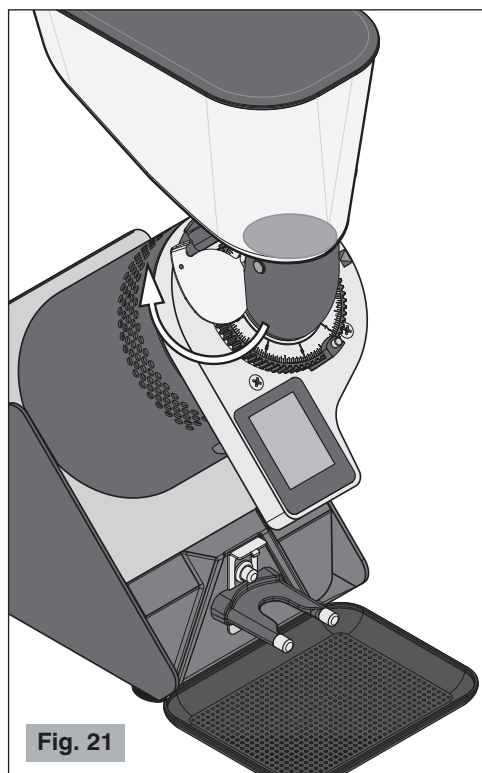

Fig. 21
**!** **Controlar que el obturador de la tolva esté completamente abierto hasta el final de la carrera (véase Fig. 21).**